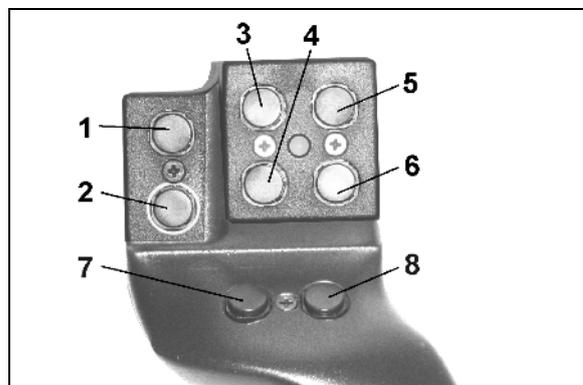
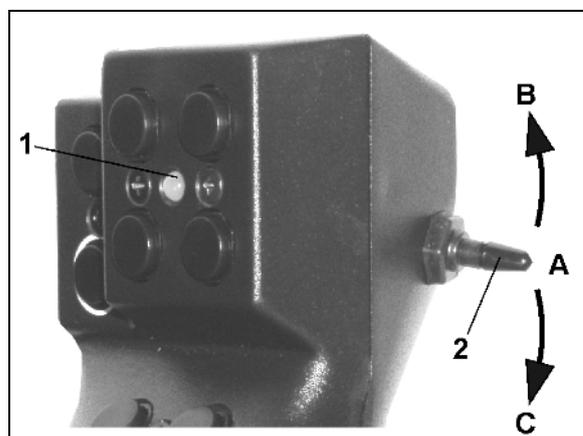

Fig. 113
Fig. 114
Para manejar la máquina, el joystick multifuncional (Fig. 113) dispone de 8 teclas (1 - 8). Además, mediante el interruptor (Fig. 114/2) se puede cambiar la disposición de las teclas en 3 sentidos.
-  posición central (Fig. 114/A) y se puede accionar hacia
-  arriba (Fig. 114/B) o
-  abajo (Fig. 114/C).
La posición del interruptor se muestra mediante una luz LED (Fig. 114/1).